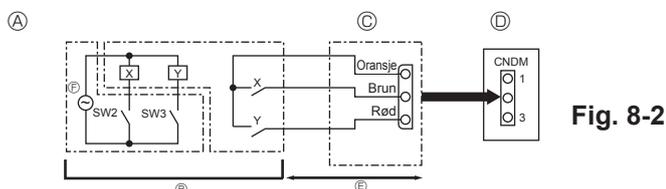

Fig. 8-2
8.2. Etterspørselsfunksjon (modifisering på stedet) (Fig. 8-2)